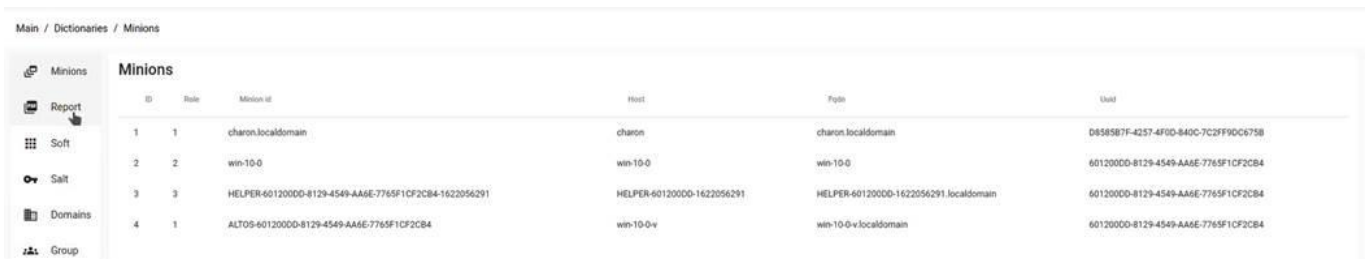

Рисунок 39 – Страница «Отчёты»
3. В главном меню веб-интерфейса перейти на страницу «Справочники» / «Отчеты» (Рисунок 39):